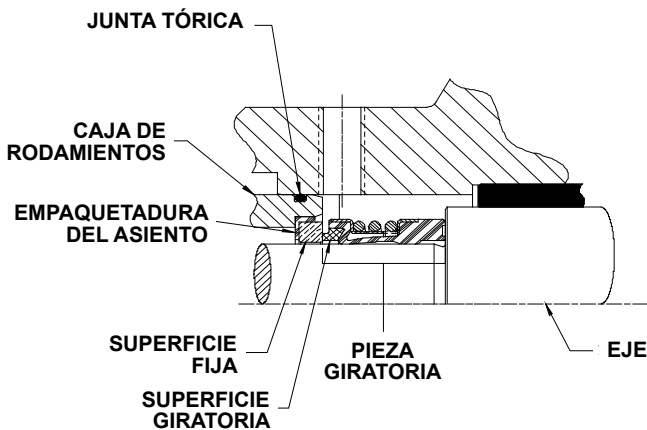

FIGURA 7
9. Consulte la **FIGURA 7** y las notas en la sección **“SELLO MECÁNICO”** en la página 6. Lubrique el diámetro exterior de la empaquetadura del asiento e instale la pieza fija del sello mecánico en el extremo de la caja de rodamientos. Nota el lado brillante del asiento del sello debe apuntar hacia afuera.